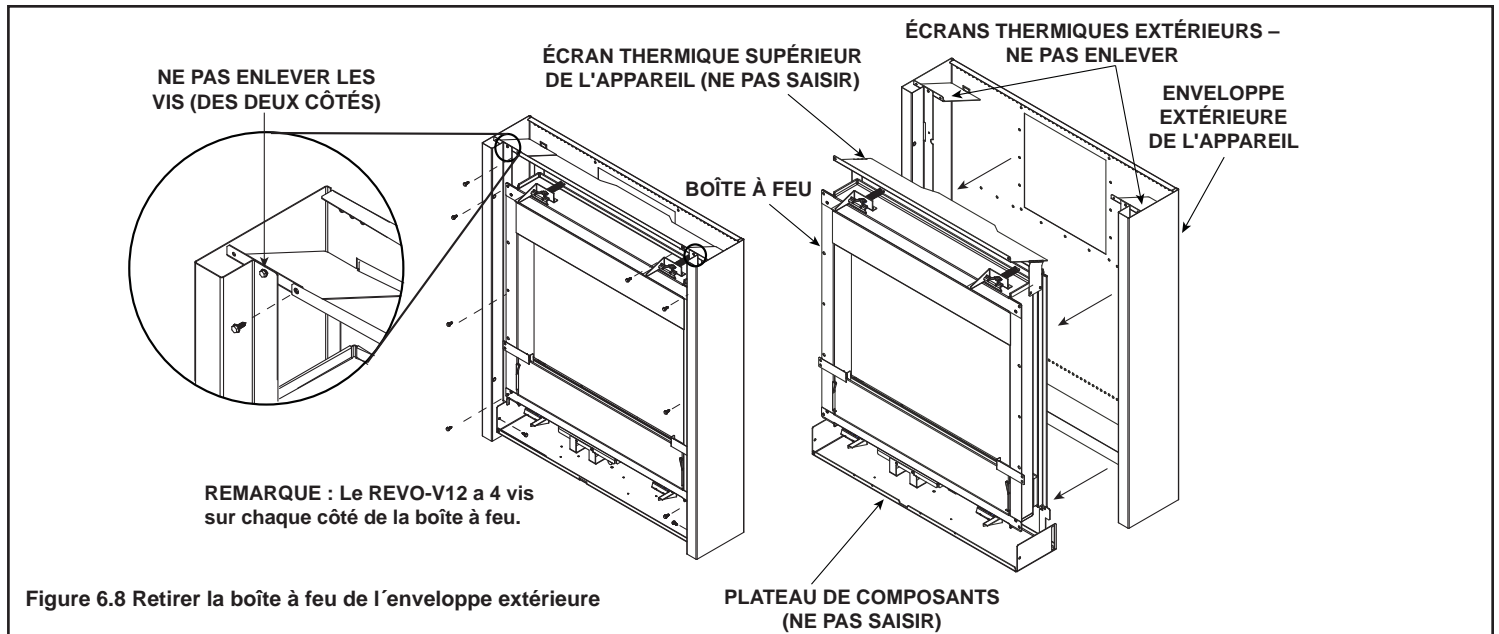
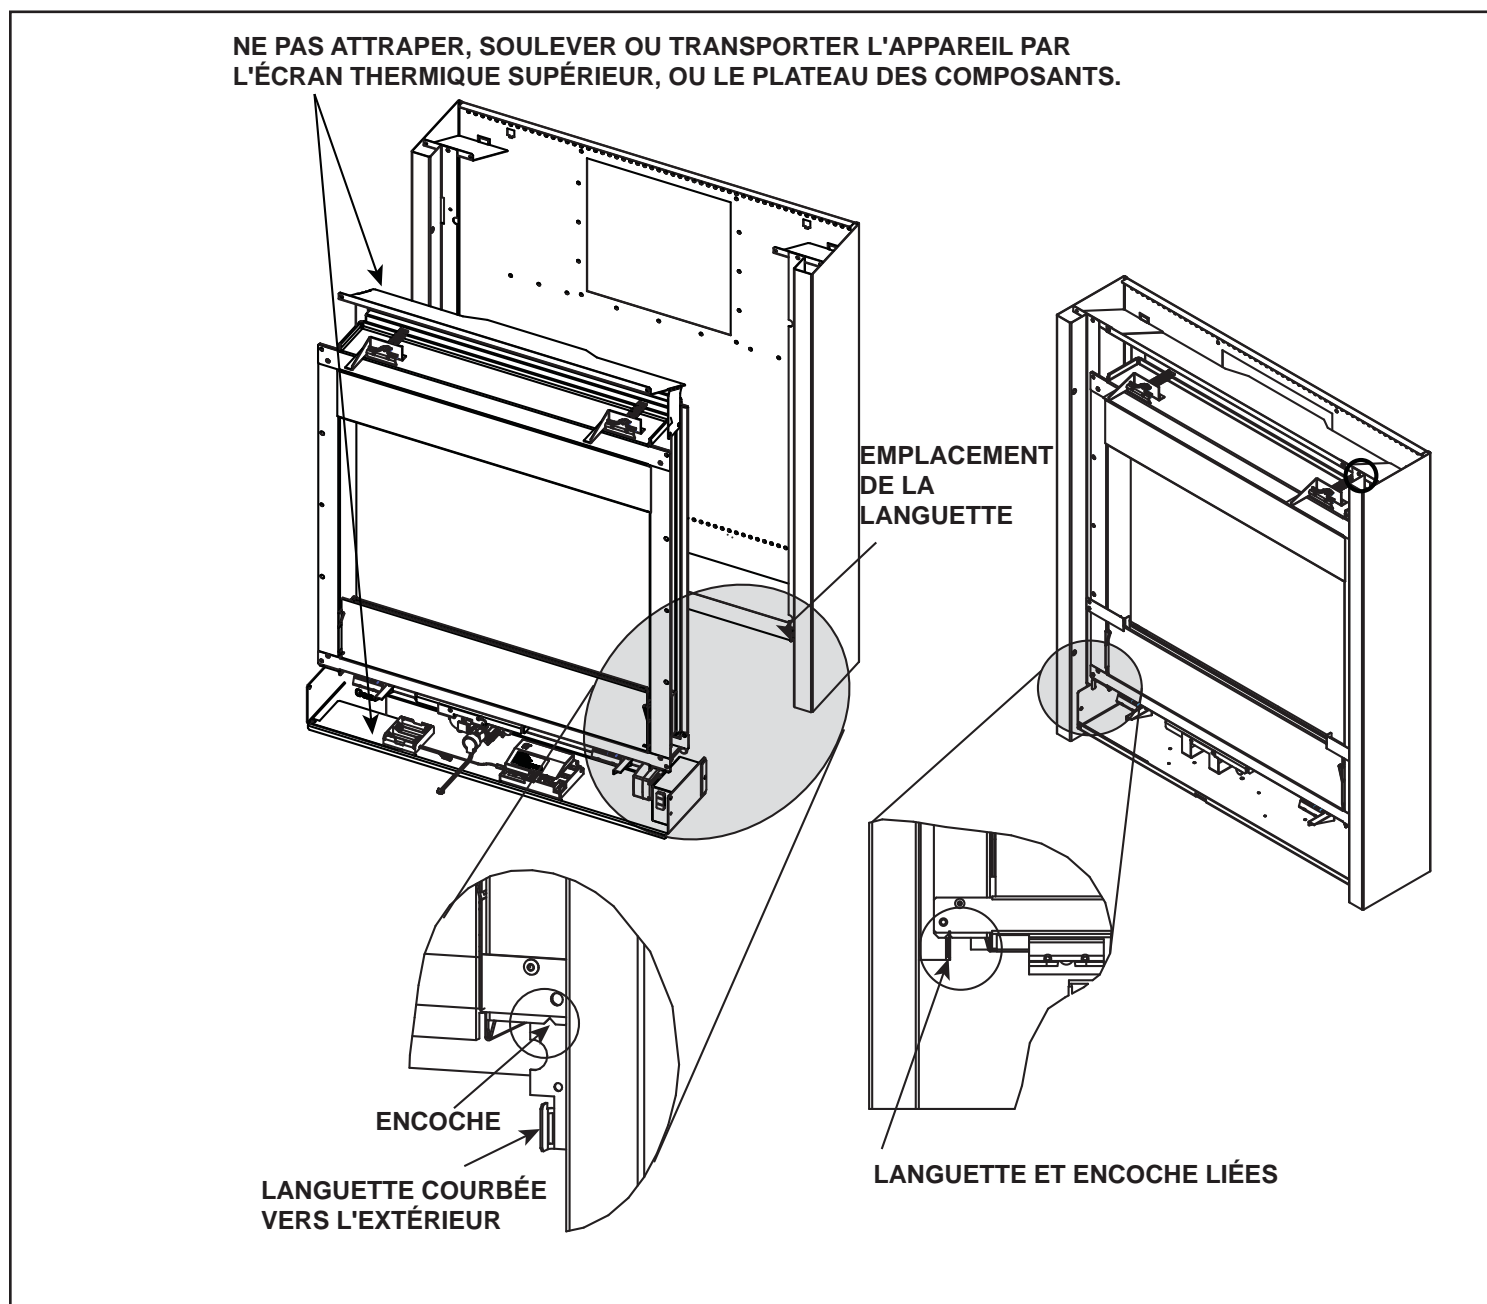

Figure 6.8 Retirer la boîte à feu de l'enveloppe extérieure
Figure 6.13 Installer la boîte à feu sur l'enveloppe extérieure de l'appareil
2. Retirez les vis maintenant la boîte à feu à l'enveloppe extérieure. Voir la figure 6.8. Détachez la boîte à feu de l'enveloppe extérieure. Soigneusement mettre de côté la boîte à feu en la maintenant par les côtés. Ne pas attraper, soulever ou transporter l'appareil par l'écran thermique supérieur, ou le plateau des composants. Faire reposer l'appareil sur son dos pour éviter d'endommager le plateau des composants.
1. Installez la boîte à feu dans l'enveloppe extérieure en réunissant les languettes de l'enveloppe extérieure et les encoches situées aux coins inférieurs gauche et droit de la boîte à feu. Ne pas attraper, soulever ou transporter l'appareil par l'écran thermique supérieur, ou le plateau des composants. Voir la figure 6.13. Le processus de réunion des languettes et encoches aide à l'alignement des vis avec les trous correspondants. Les languettes sur l'enveloppe extérieure devraient être pliées vers l'extérieur comme montré à la figure 6.13. Réinstallez les vis en utilisant la figure 6.8 en référence.